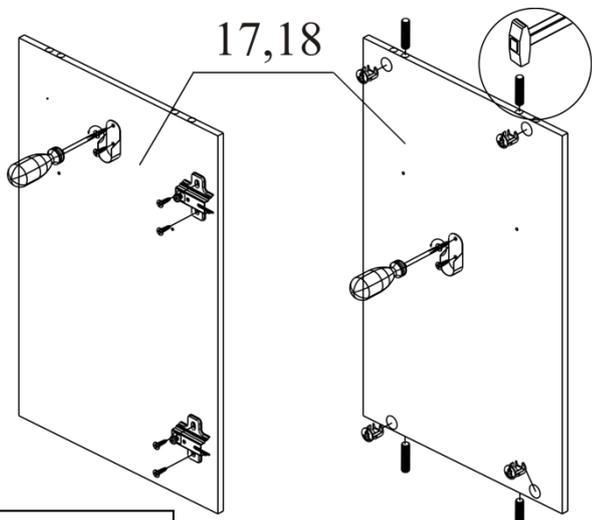

Рисунок 3
4. Вбейте шканты, установите эксцентрики 16мм и с помощью шурупов 3,5x16 прикрутите штангодержатели и ответные планки петель на детали (поз. 17, 18). См. рисунок 3.